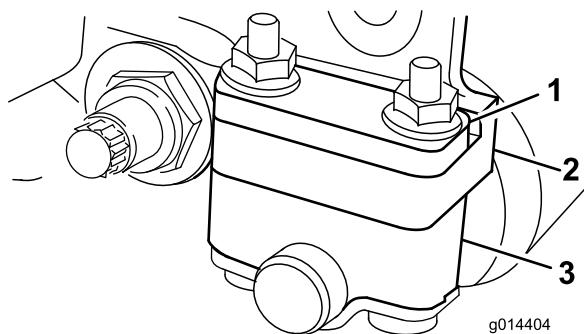
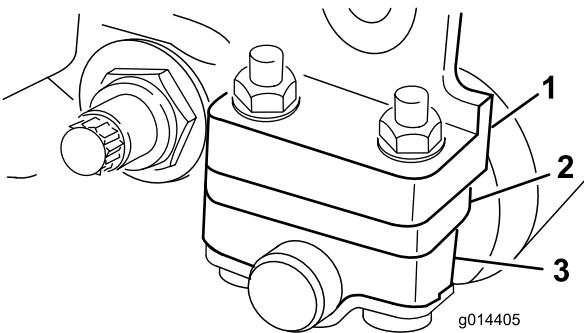

Figura 6
Figura 7
Dependiendo del intervalo de alturas de corte deseado, será necesario ajustar los soportes del rodillo trasero (Figura 6 o Figura 7) a la posición superior o inferior:
- Coloque el espaciador encima de la brida de montaje de la chapa lateral (ajuste de fábrica) para obtener un intervalo de alturas de corte de 1,5 a 6 mm (Figura 6).
- Coloque el espaciador debajo de la brida de montaje de la chapa lateral para alturas de corte de 3,2 a 25,4 mm (Figura 7).
4. Coloque los espaciadores sobre los tornillos, encima o debajo de los soportes de los rodillos, según sea necesario (Figura 6 o Figura 7).